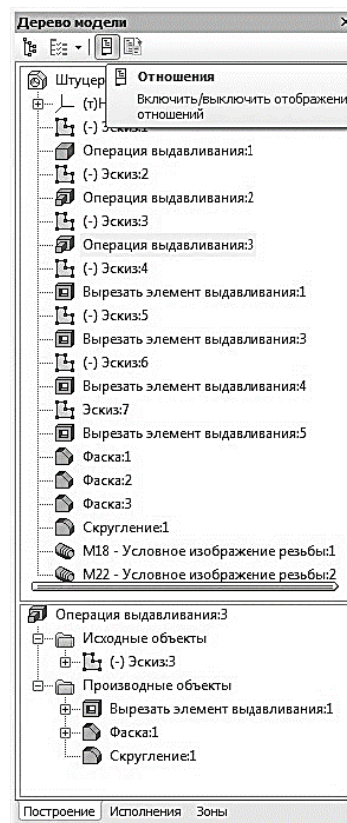

Рис. 9. Иерархия отношений выделенной операции
- кнопка **Отношения** (рис. 9) включает в нижней части окна Дерева специальную область, в которой показывается иерархия отношений – порядок подчинения элементов выделенного объекта другим элементам;